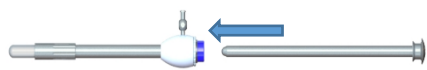

Fig. 3
- 3- Inserir o Trocater até o fim na bainha (fig.3 e 4);